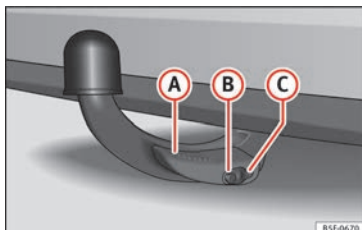

Fig. 232 Esfera desmontável corretamente fixa
- A alavanca (A) » Fig. 232 está totalmente levantada.
- O perno de desbloqueio (B) » Fig. 232 sobressai completamente (a parte vermelha e verde está visível).
- A tampa (C) » Fig. 232 está colocada sobre a fechadura.